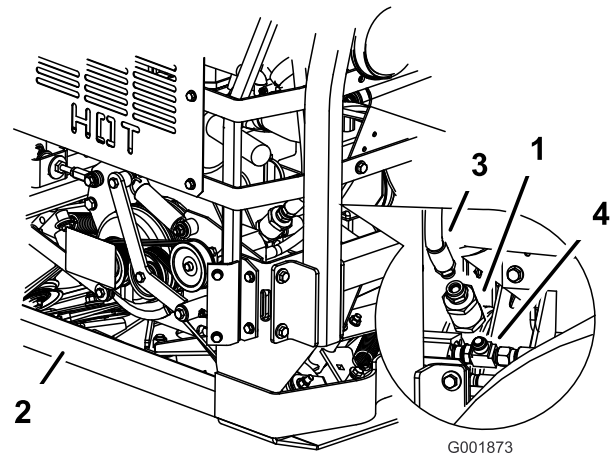

Figura 78
3. Instale el filtro conectando la parte inferior al acoplamiento en T y conectando el manguito hidráulico a la parte superior (Figura 78).
1. Coloque un recipiente debajo del filtro y retire el manguito hidráulico del filtro (Figura 78).
2. Retire el filtro hidráulico del ventilador de refrigeración del acoplamiento en T de la parte inferior del filtro (Figura 78).